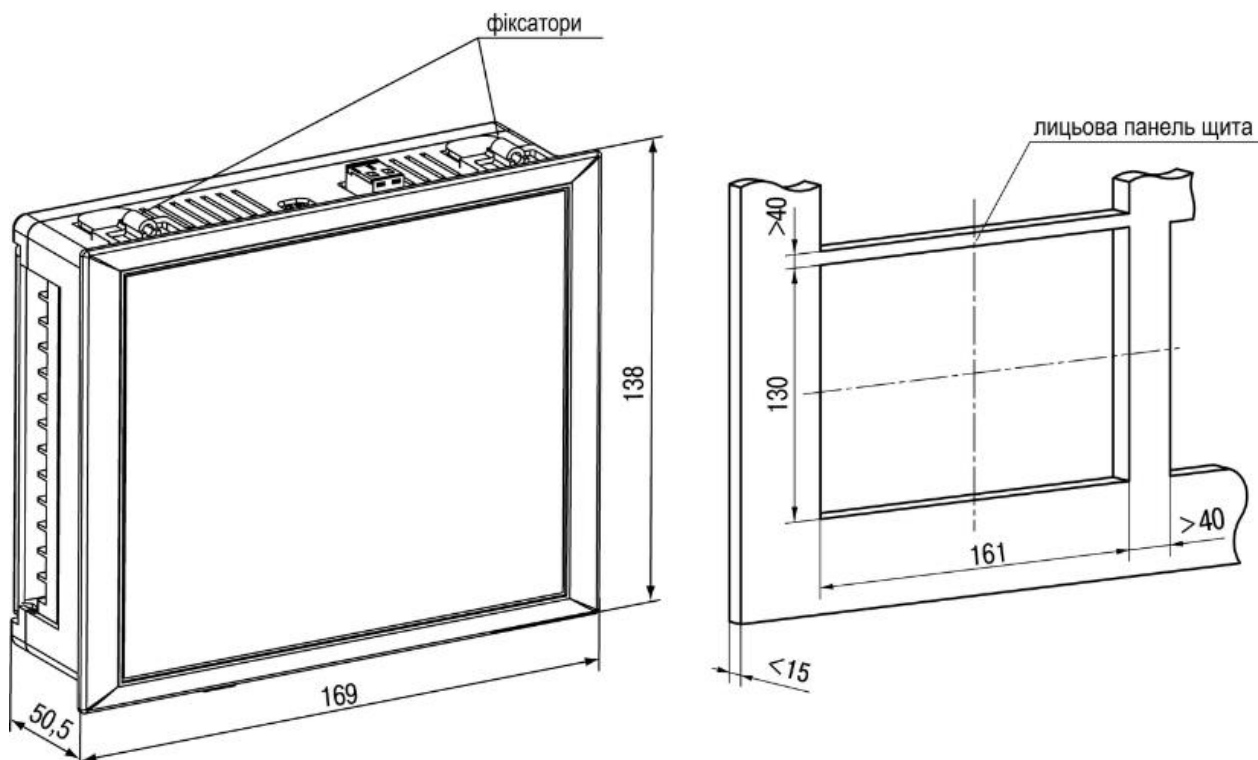

Рисунок 4.5 – Габаритні розміри корпусу Щ7
1. Підготувати на щиті керування монтажний виріз для встановлення пристрою (див. рисунок 4.5).